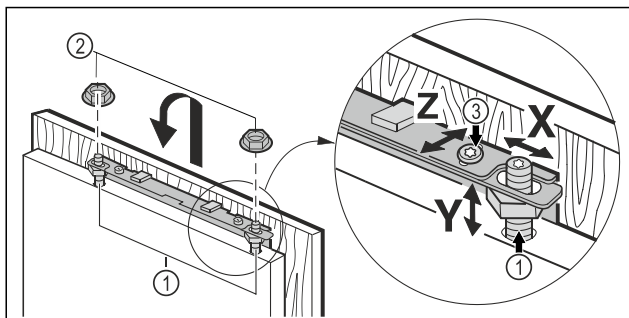

Fig. 46
- ▶ Zawiesić drzwi mebla na sworzniach regulacyjnych Fig. 46 (1) i lekko nakręcić nakrętki zabezpieczające Fig. 46 (2) na sworznie regulacyjne.
- ▶ Ustawianie drzwi mebla na wysokość Y i pochylenie boczne: za pomocą śrubokrętu ustawić sworznie regulacyjne Fig. 46 (1).
- ▶ Dokręcić nakrętki zabezpieczające Fig. 46 (3).